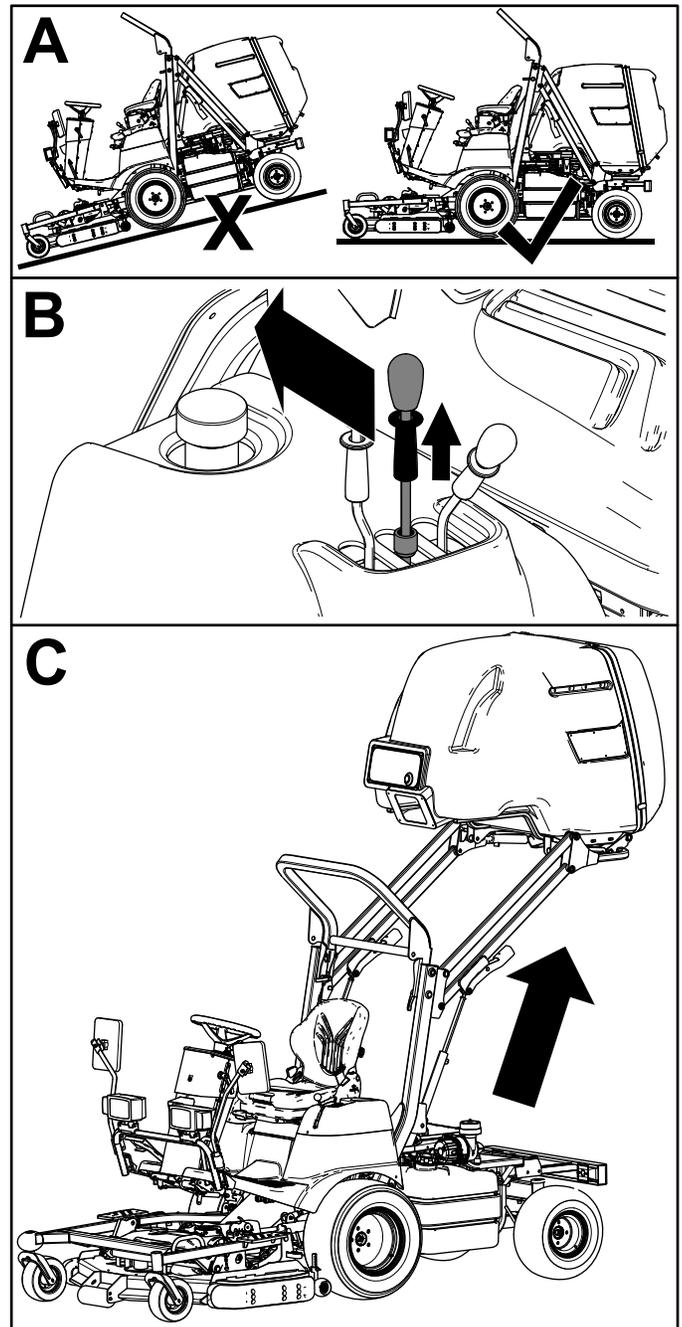

Figure 23
- Tirez sur la bague de blocage du levier de commande de la trémie et déplacez le levier en arrière pour lever la trémie (Figure 23).